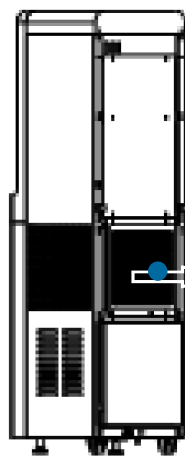

图 2 · 抽出空气滤芯
- 2. 抽出空气滤芯（图 2），用自来水或压缩空气清除表面灰尘，清洁后重新装回设备。